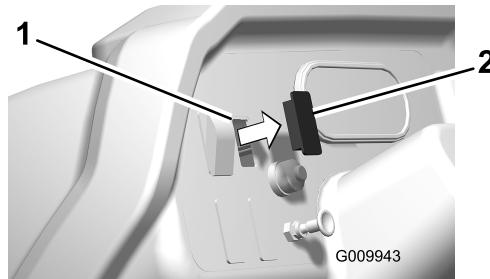

図 19
1. ダッシュパネルの未使用部分のプラグを打ち抜いて開口を作る図 19。